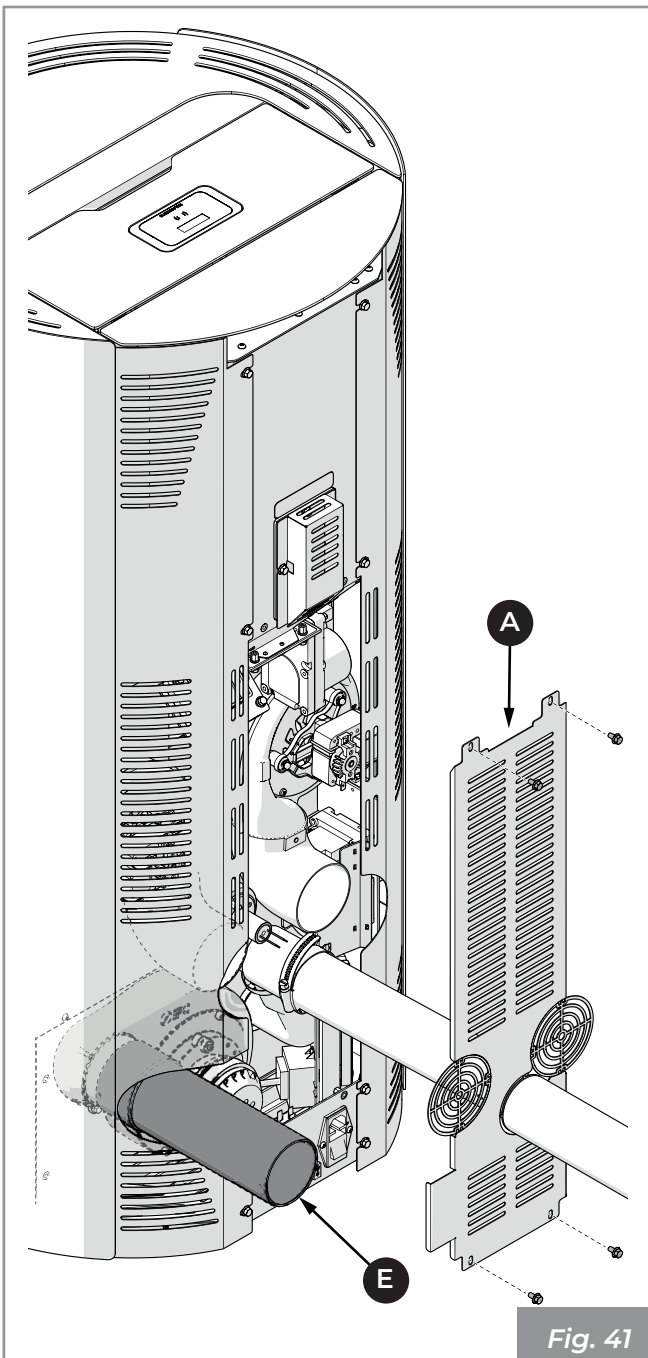

Fig. 41
- Collegare il tubo uscita fumi (E) (Fig. 41).
- Rimontare lo schienale (A).